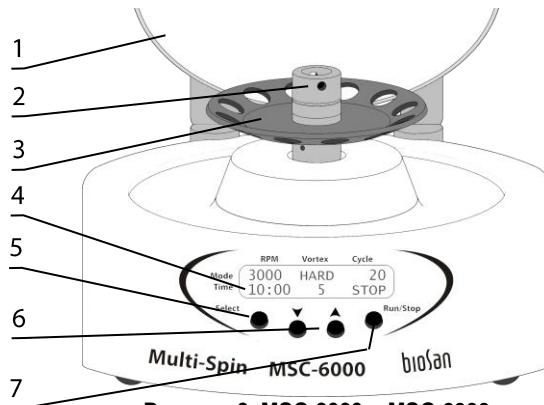

Рисунок 3. MSC-3000 и MSC-6000
- 4.4.2. **MSC-3000 и MSC-6000.** Чтобы сменить ротор (рис. 3/3), откройте крышку прибора.
Вставьте штифт для съёма ротора в отверстие в головке ротора (рис. 3/2). Удерживая ротор одной рукой, поверните головку ротора против часовой стрелки, используя стержень как рычаг. Смените ротор и зафиксируйте его. Закройте крышку и отключите блок питания от сети.
- 5.3.1. Подключите блок питания к сетевой розетке с заземлением. Загорится дисплей (рис. 3/4) и разблокируется крышка (модель **MSC-6000**).
- 5.3.3. **Установка параметров.** Нажмите кнопку **Select** (рис. 3/5) для выбора изменяемого параметра. Каждое нажатие кнопки **Select** последовательно по кругу активирует параметры. Активный параметр мигает. Используйте кнопки **▲** и **▼** (рис. 3/6) для установки необходимого значения. Если нажать и удерживать кнопку дольше 2 с, значения меняются быстрее.
5.3.7. Нажмите кнопку **Run/Stop** (рис. 3/7) чтобы начать программу. Дисплей покажет индикацию RUN (рис. 7/2) и, для **MSC-6000**, индикацию закрытой крышки (█, рис. 7/1).